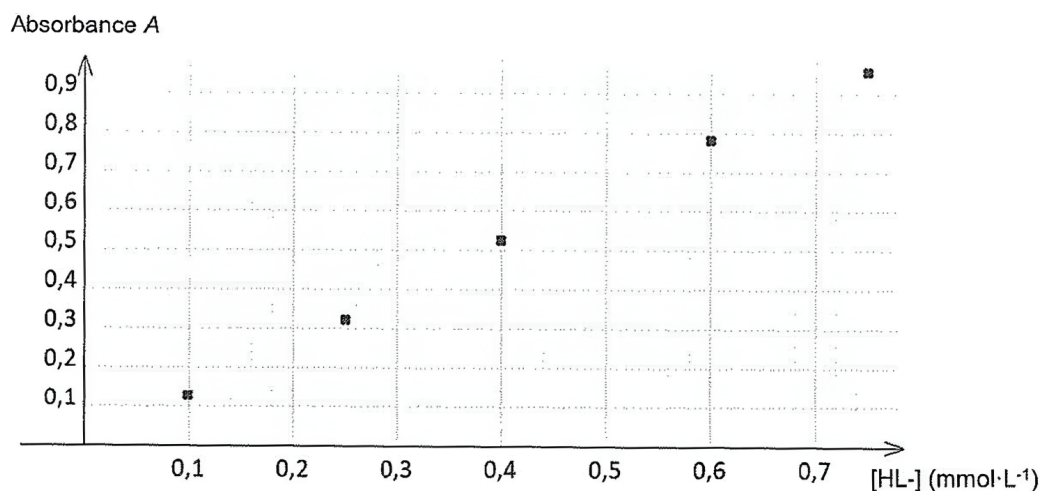

Figure 2 - Courbe d'étalonnage de l'espèce  $\text{HL}^-$
Pour  $\lambda_{\text{max}} = 535 \text{ nm}$ , on a mesuré l'absorbance de chaque solution étalon, ce qui a permis de tracer le graphique en **figure 2** présentant l'évolution de l'absorbance en fonction de la concentration en ion  $\text{HL}^-$ .
8. À partir de la **figure 2**, déterminer la quantité de matière en ion salicylate  $\text{HL}^-$  présente dans la crème et en déduire le pourcentage massique mesuré  $w_{\text{mes}}$  en ions salicylate dans la crème contre l'acné.